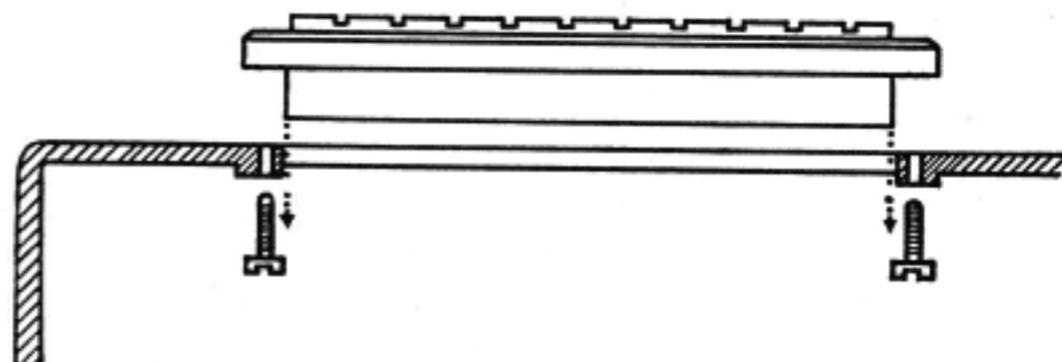
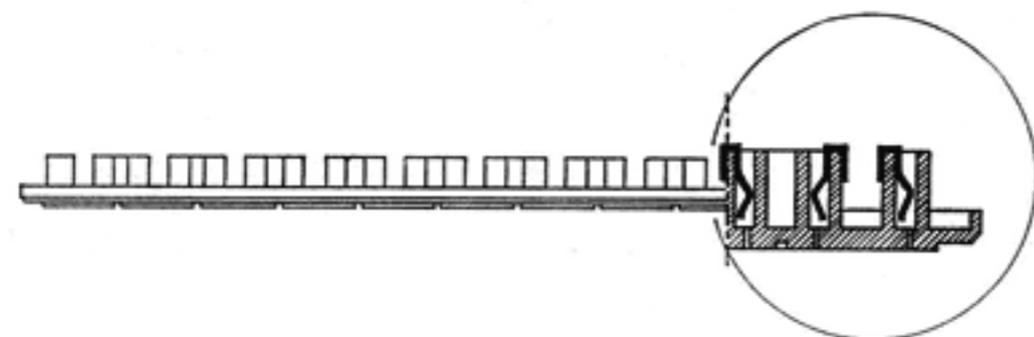
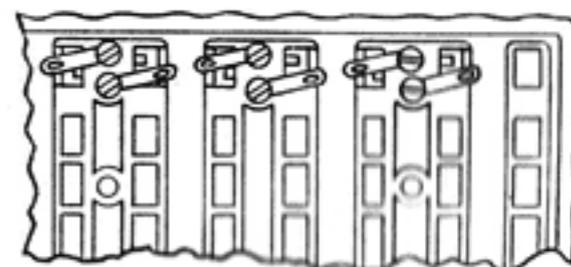

Abb. 1
Abb. 2
Abb. 3
Auf das Unterteil (1) setzen wir die Programmiertafel (2) auf und befestigen sie von unten mit vier Zylinderblechschrauben (29) (Abb. 1). Drehen Sie dann das Ganze so, daß die Unterseite der Programmiertafel nach oben zeigt. Die zehn Durchbrüche für die Schaltschieber müssen Ihnen zugewandt sein. Mit dem Einsetzen der Kontaktklemmen (10) in die Programmiertafel beginnen wir zweckmäßig in der von uns abgewandten oberen waagerechten Reihe. In dieser Reihe bleiben das äußere linke und das äußere rechte Kästchen unbestückt. Die Kontaktklemmen sind so einzusetzen, daß sich der gebogene und geschlitzte Schenkel im Kästchen befindet, während der glatte, kurze Schenkel in die Schaltschieberführung hineinragt (Abb. 2). Gehen Sie mit den Kontaktklemmen bitte behutsam um, drücken Sie sie nicht unnötig, damit die Federwirkung erhalten bleibt! Wenn wir alle achtzehn Kontaktklemmen der oberen Reihe eingesetzt haben, montieren wir sofort die Lötösen (33). Die verwendeten Zylinderblechschrauben (29) dürfen aber jetzt noch nicht vollständig eingedreht werden, denn später müssen wir noch die Schaltdrähte für die Stromzuführung unterklemmen. Es ist zu empfehlen, die Lötösen leicht sichelförmig zu biegen und mit der offenen Seite nach unten aufzulegen, weil dadurch die Kontaktklemmen vorläufig mit gehalten werden, obwohl die Schrauben noch nicht festgezogen sind (Abb. 3).
und geschlitzte Schenkel im Kästchen befindet, während der glatte, kurze Schenkel in die Schaltschieberführung hineinragt (Abb. 2). Gehen Sie mit den Kontaktklemmen bitte behutsam um, drücken Sie sie nicht unnötig, damit die Federwirkung erhalten bleibt! Wenn wir alle achtzehn Kontaktklemmen der oberen Reihe eingesetzt haben, montieren wir sofort die Lötösen (33). Die verwendeten Zylinderblechschrauben (29) dürfen aber jetzt noch nicht vollständig eingedreht werden, denn später müssen wir noch die Schaltdrähte für die Stromzuführung unterklemmen. Es ist zu empfehlen, die Lötösen leicht sichelförmig zu biegen und mit der offenen Seite nach unten aufzulegen, weil dadurch die Kontaktklemmen vorläufig mit gehalten werden, obwohl die Schrauben noch nicht festgezogen sind (Abb. 3).